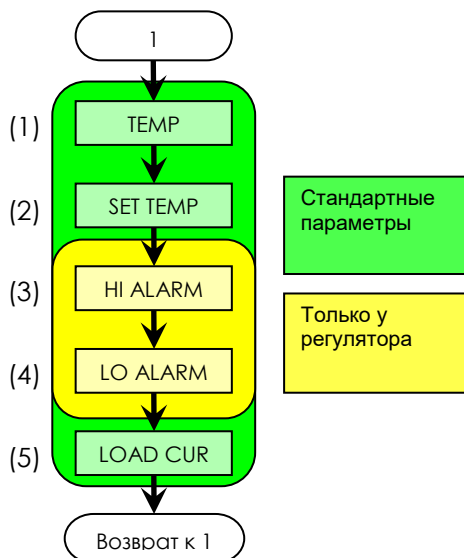

Рисунок 1. Обзор стандартных параметров
Все сигналы тревоги отображаются на светодиодном экране в виде текстовых сообщений (см. раздел 8.4.1 Отображение фактической температуры) (1) «TEMP» в течение нескольких секунд меняются на показания температуры нагрева (см. рисунок 1 Обзор стандартных параметров). Вывод сигнала тревоги будет активироваться при любых ошибках. Все ошибки, за исключением «INT ERR» и «LIM OFF» будут сбрасываться автоматически.